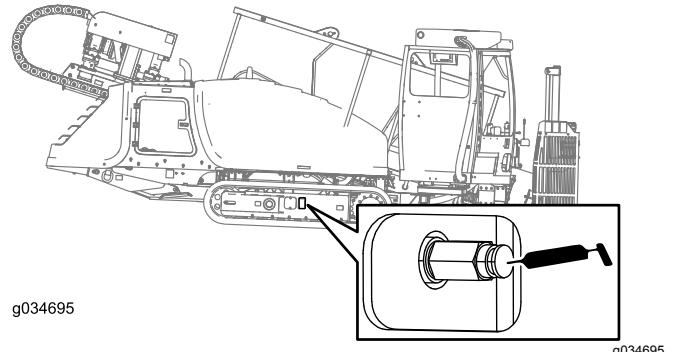

Рисунок 109
2. Удалите грязь и мусор вокруг клапана консистентной смазки для натяжения гусениц (Рисунок 109).
4. Заправляйте консистентную смазку в масленику, пока натяжение не достигнет 310,26 бар, как показано на Рисунок 109.
4. Поверните клапан консистентной смазки для натяжения гусеницы в направлении против часовой стрелки **не более чем на 1 оборот** (Рисунок 109).